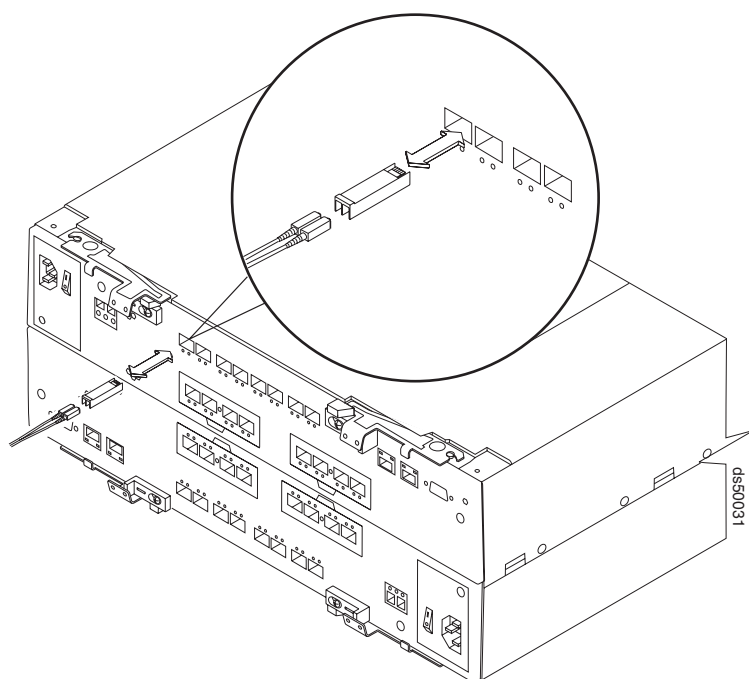

図 24. SFP への光ファイバー・ケーブルの接続
2. 図 24 に示すように、取り付け済みの SFP に光ファイバー・ケーブルを接続します。